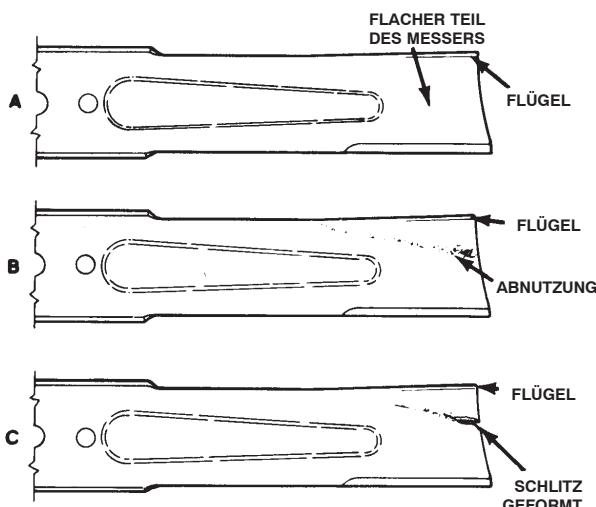

Bild 27
2. Prüfen Sie die Schnittkanten des Messers sorgfältig, insbesonders dort, wo die geraden Flächen die gebogenen berühren (Bild 27-A). Da Sand und anderes reibendes Material das Metall abschleifen kann, das die flachen mit den gebogenen Teilen verbindet, müssen Sie das Messer vor jedem Einsatz der Maschine prüfen. Tauschen Sie, wenn Sie einen Schlitz oder eine Abnutzung (Bild 27-B) feststellen, das Messer aus; siehe Entfernen des Schnittmessers auf Seite 21.
Wenn sich das Messer abwetzen kann, bildet sich ein Schlitz zwischen dem Windflügel und dem flachen Teil des Messers (Bild 27-C). Zuletzt kann sich ein Stück des Messers lösen und aus dem Gehäuse herausgeschleudert werden. Das kann zu schweren Verletzungen bei Ihnen selbst und Unbeteiligten führen.